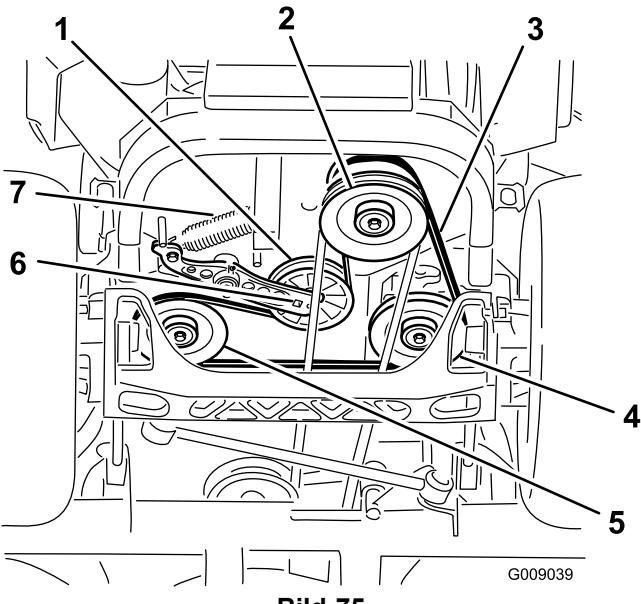

Bild 75
4. Heben Sie die Maschine an und stützen Sie sie mit Achsständern ab (Bild 75).
5. Setzen Sie eine Ratsche in das rechteckige Loch im Spannarm ein, um die Spannscheibenfeder zu entfernen (Bild 75).
6. Haken Sie die Spannscheibenfeder vom Rahmen aus (Bild 75).
9. Setzen Sie einen Schraubenschlüssel in das rechteckige Loch im Spannarm ein, um die Spannscheibenfeder im Rahmen einzusetzen (Bild 75).